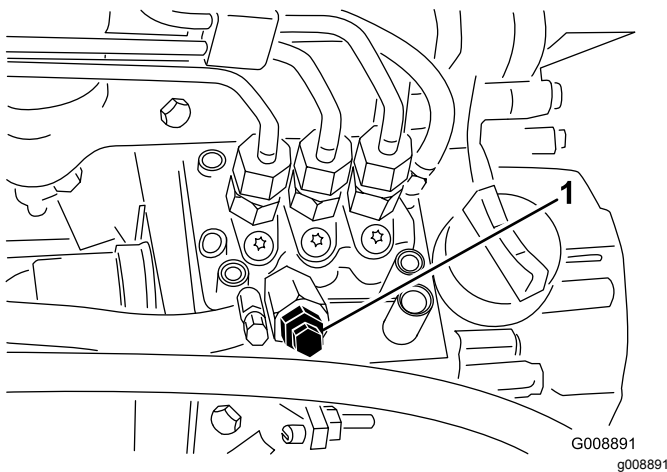

Figura 31
3. Aprite le viti di spurgo dell'aria, situata sulla pompa di iniezione del carburante (Figura 31).